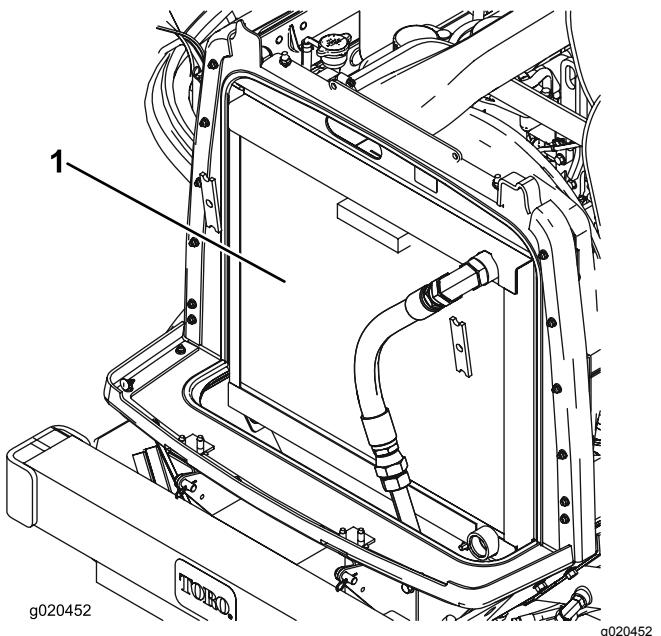

**Figure 96**
1. Retirez le bouchon du radiateur et le bouchon du vase d'expansion avec précaution (Figure 96).